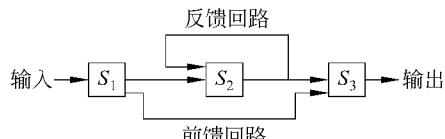

图 3.3 非线性流水线结构
(2) 按是否为线性, 可分为两种。
① 线性流水线 (linear pipeline) 它是指每个功能模块只有一次数据通过的流水线。
② 非线性流水线 (non linear pipeline) 它是指某些模块有反馈回路或前馈回路的流水线, 如图 3.3 所示。